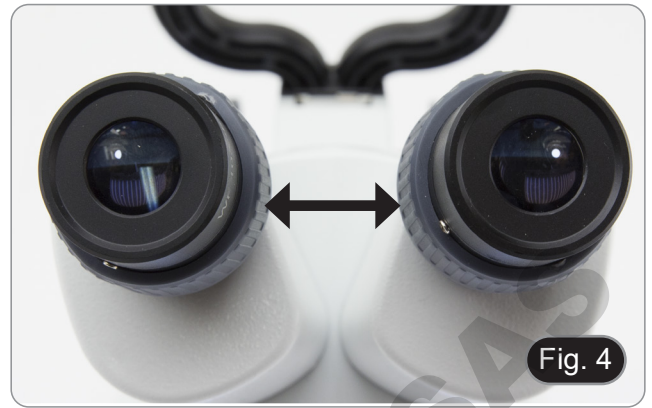

Fig. 3
- Dependendo do modelo, a intensidade da luz pode ser ajustada com um botão no lado direito do suporte. (Fig. 3)